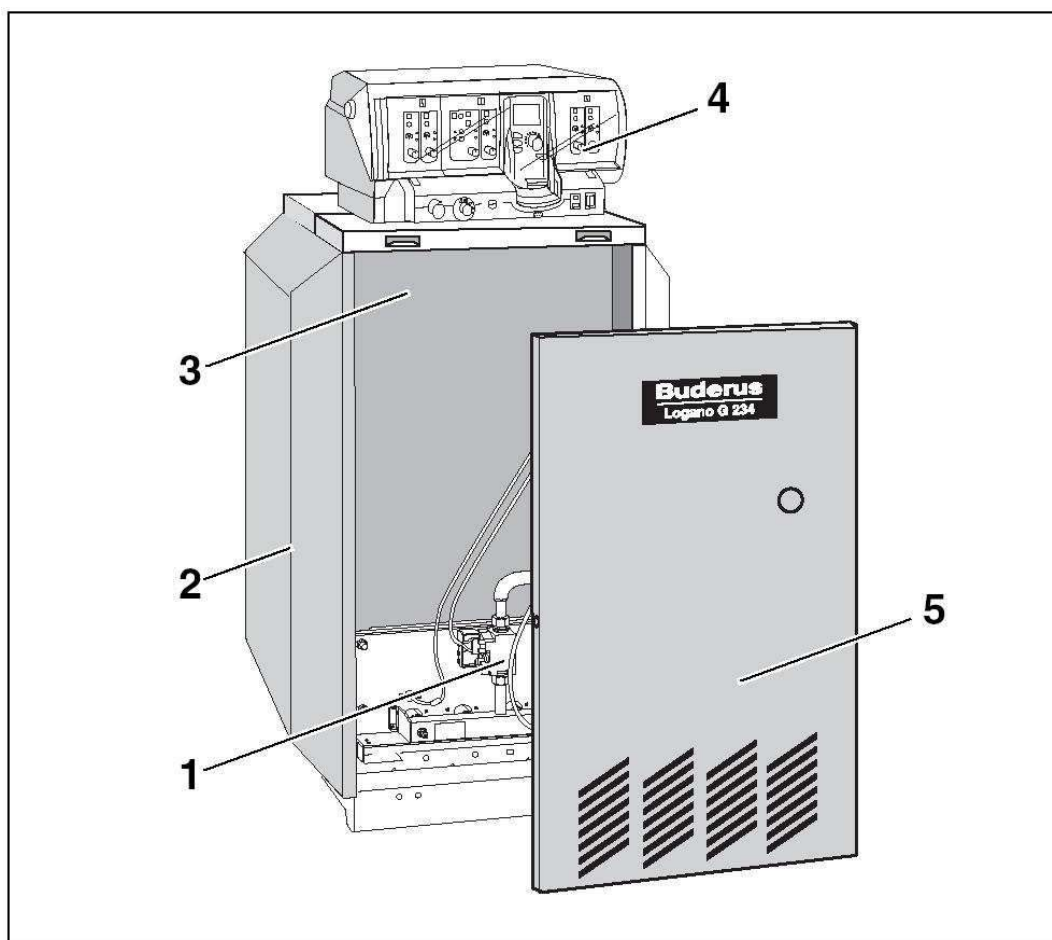

Рис. 1. Отопительный котел Logano G234
Специальный газовый водогрейный отопительный котел Logano G234 ( рис. 1) укомплектован на заводе газовой горелкой и системой управления.
- Котловой блок с теплоизоляцией (рис. 1, поз. 3) и газовой атмосферной горелкой (рис. 1, поз. 1).
- Обшивка (рис. 1, поз. 2) и передняя стенка котла (рис. 1, поз. 5).
- Система управления (рис. 1, поз. 4).